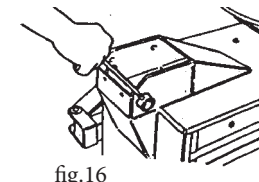
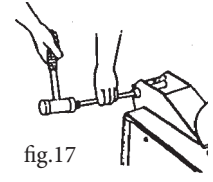
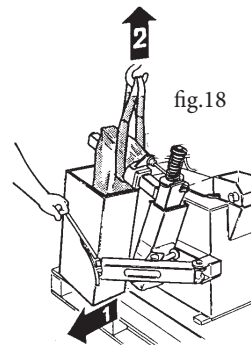
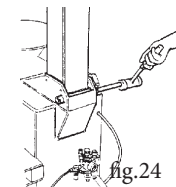

fig.16
fig.17
fig.18
fig.24
- Smontare la vite perno-fulcro palo con chiave a brugola di 6 (fig.16) e sfilare il perno come da fig.17.
- Dotarsi di una fascia di sollevamento di mt.1 modello DR 50 -fattore di sicurezza 6:1. Avvolgere la fascia attorno al braccio ribaltabile (fig.18)
- Aprire il braccio stallonatore come da fig.18 (1) e sollevare il palo con un paranco (2).
- Fissare il palo al cassone infilando il perno con un martello (fig.24) e stringere la vite perno-fulcro (fig.16).
- Unscrew the column pivot-pin bolt with a 6 mm hex key (fig. 16) and remove the pin as shown in fig. (17).
- Make use of a 1 m hoisting strap model DR 50 - safety factor 6:1. Wrap the strap around the tilting arm (fig.18)
- Open the bead breaking arm as shown in fig. 18 (1) and raise the column with a hoist (2).
- Fix the column to the machine body (fig.24) inserting the pivot-pin with a hammer and tighten the pivot-pin bolt (fig.16).
- Démontez la vis pivot-fulcre du bras au moyen de la clef hexagonale de 6 (fig. 16) et extraire le pivot (voir fig. 17).
- Se munir d'une ceinture de levage de 1m modèle DR50- facteur de sécurité 6:1; envelopper la ceinture autour du bras culbutant (fig. 18).
- Ouvrir le bras détalonneur (v. fig. 18)(1) et faire monter la colonne au moyen d'un palan (2).
- Fixer la colonne à la carcasse en enfilant le pivot au moyen d'un marteau (fig. 24) et serrer la vis pivot-fulcre (fig. 16).
- Die Schraube des Zapfendrehpunkts an der Tragsäule mit einem Allen-Wrench-Schlüssel von 6 abschrauben (Abb. 16) und den Zapfen wie in Abb. 17 herausziehen.
- Ein Hebeband von einem Meter Länge Modell DR 50, Sicherheitsfaktor 6:1 besorgen. Das Band um den Schwenkarm wickeln (Abb. 18).
- Die Abdrückkralle wie in Abb. 18 (1) öffnen und die Tragsäule mit einem Flaschenzug hochziehen (2).
- Die Tragsäule auf dem Kasten befestigen, wofür man den Zapfen mit Hilfe eines Hammers einsetzt (Abb. 24), und dann die Schraube des Drehpunktzapfens anziehen (Abb. 16).
- Desmonte el tornillo pasador-fulcro de la columna con llave de allen de 6mm (fig. 16) y extraiga el pasador como muestra la fig. (17).
- Procúrese una correa de levantamiento de m. 1 modelo DR 50 - factor de seguridad 6:1; arrolle la correa alrededor del brazo volcable (fig. 18).
- Abra el brazo destalonador como muestra la fig. 18 (1) y levante la columna con un gato (2).
- Fije la columna sobre la caja (fig. 18), introduciendo el pasador con un martillo. (fig. 24) y apriete el tornillo pasador-fulcro (fig. 16).